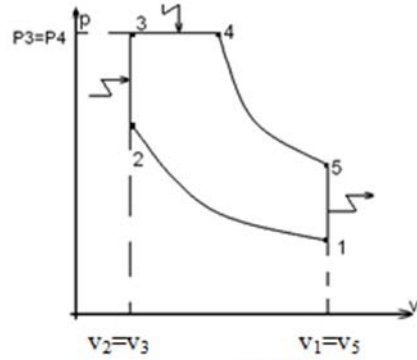

рисунок 4
4).рисунок 4      5). рисунок 5